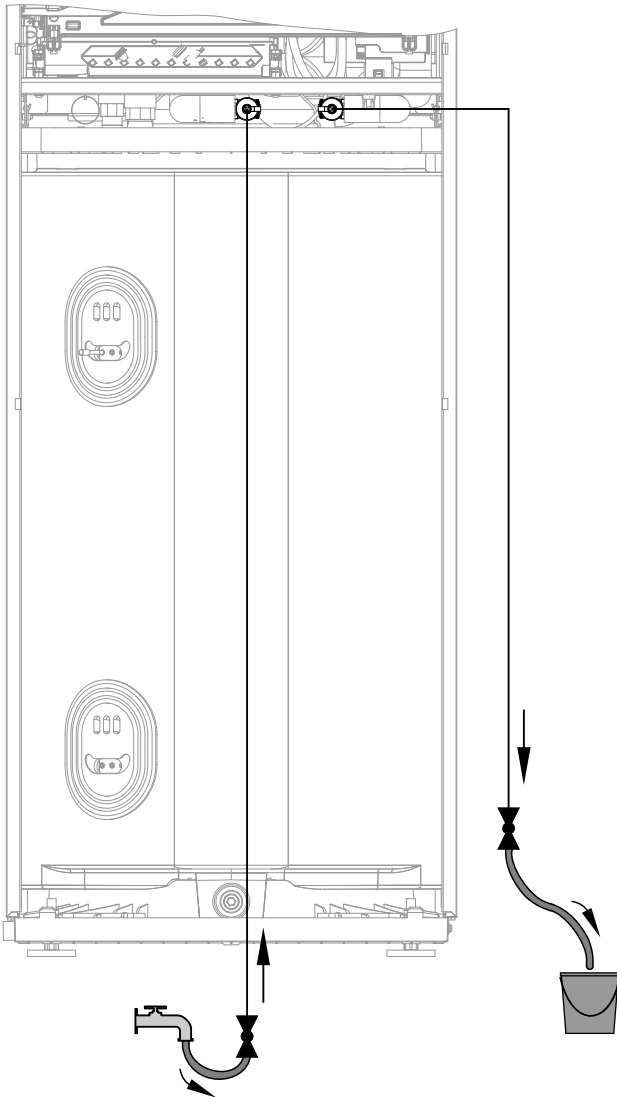

Abb. 63
3. Kugelhähne im Einlass und Auslass am Befüll- und Spülanschluss gemäß Abb. 63 öffnen. Heizwasser über den Befüllschlauch einströmen lassen.